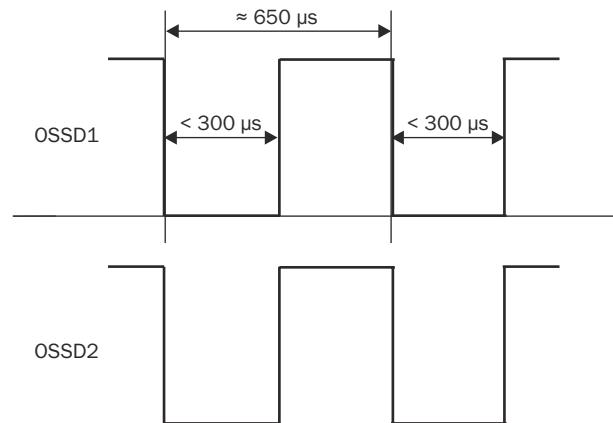
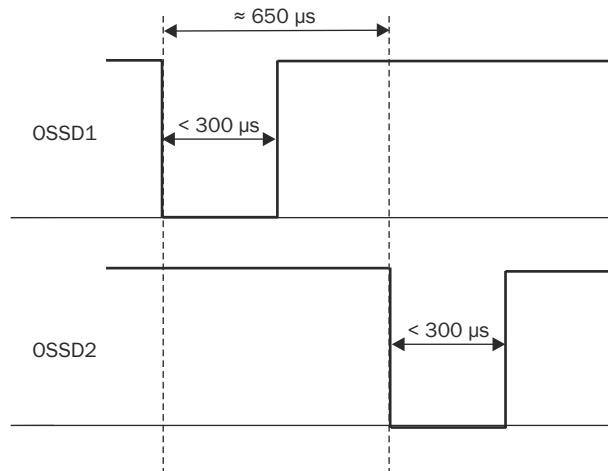
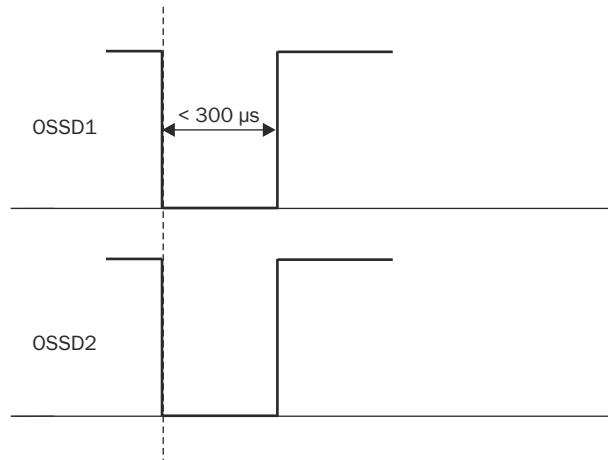

Abbildung 78: Spannungstest nach Einschalten der OSSDs
Abbildung 79: Abschalttest
Abbildung 80: Spannungstest
Nach einer weiteren halben Basisansprechzeit des Geräts erfolgt ein Abschalttest ②, 120 ms später ein erneuter Spannungstest ③. Danach führt das Gerät im Abstand von 120 ms abwechselnd einen Abschalttest und einen Spannungstest durch. Impulsdauern der einzelnen Tests, siehe Abbildung 78, Seite 136, siehe Abbildung 79, Seite 137, siehe Abbildung 80, Seite 137.